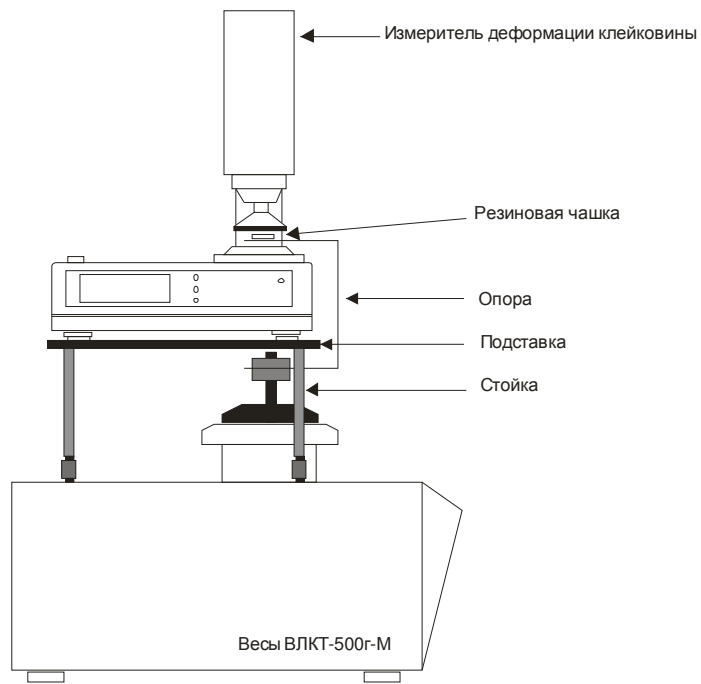

Рис.3
- Собрать подставку в соответствии с рис. 3.
- Собрать опору в соответствии с рис. 3.
- Установить прибор ИДК-3М на подставку в соответствии с рис. 3.
- Подвинуть подставку с прибором к опоре таким образом, чтобы резиновая чашка на верхней части опоры точно попадала в центр основания нагрузки (см. рис. 3).